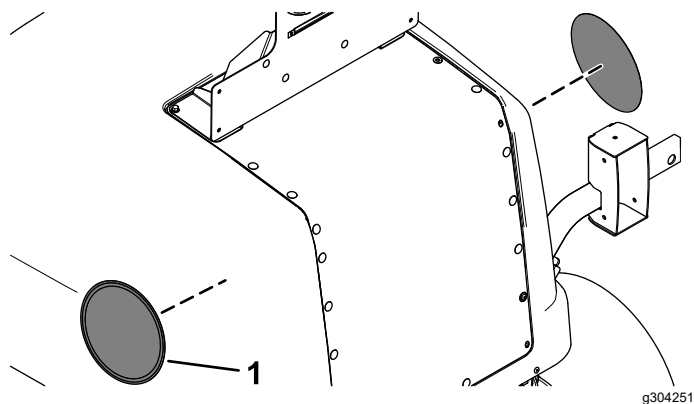

Figura 34
14. Applicate l'adesivo del limite di velocità appropriato su entrambi i lati del cofano (Figura 34).